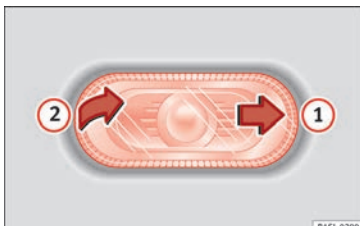
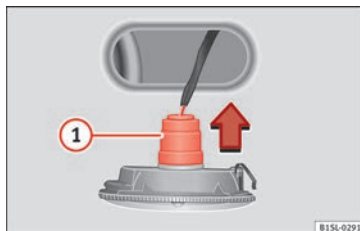

Fig. 92 Démontez le clignotant latéral.
Fig. 93 Clignotant latéral : remplacement des ampoules.
- Déplacez avec une main le clignotant latéral vers l'arrière » fig. 92 ②.
- Retirez le clignotant latéral de la carrosserie en faisant lever ②.
- Retirez le support d'ampoule avec l'ampoule dans le sens de la flèche » fig. 93 ①.